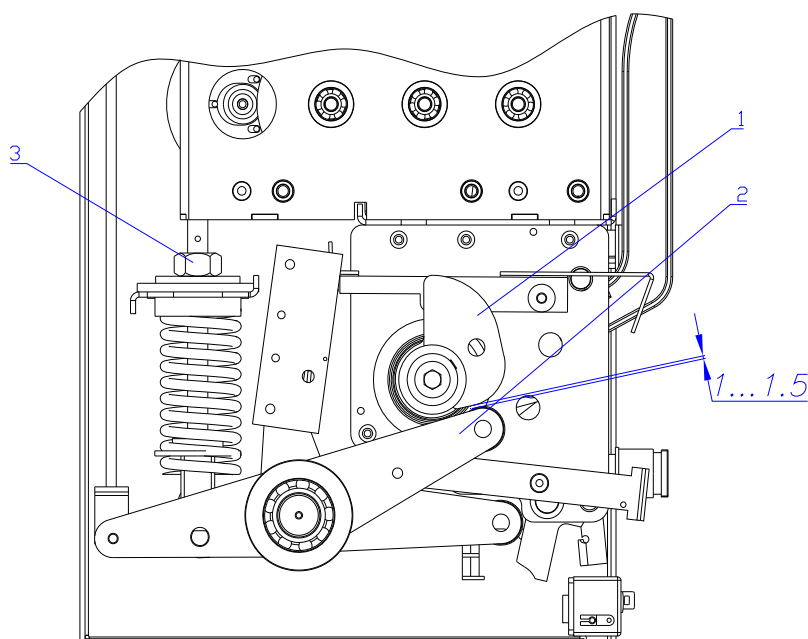

Рисунок 6. Регулировка зазора между кулачком узла заводки пружины и роликом вала привода выключателя.
9.4.1. Провести регулировку зазора 1-1.5 мм между кулачком узла заводки пружины 1 (Рисунок 6) и роликом вала привода 2 выключателя при отключенном выключателе и положении привода "ГОТОВ". Для регулировки необходимо вращением гайки, фиксирующей тягу пружины отключения 3, установить требуемый зазор. После регулировки гайку зашплинтовать.
9.4.13. Пружина включения устанавливается и снимается при положении вала корпуса привода 2 (Рисунок 4), соответствующего максимальному ее ослаблению. Для снятия пружины необходимо отвернуть гайку натяжения и вытащить пружину. При установке необходимая длина пружины регулируется гайкой натяжения до достижения надежного проскальзывания кулачка корпуса привода 1 (Рисунок 6) по ролику вала привода 2 (Рисунок 6) - без остановок и надежной посадки на защелку, после чего гайка натяжения контрится.